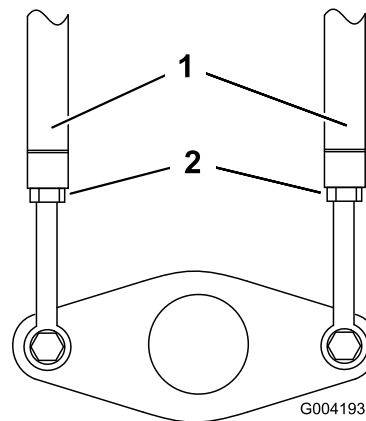

Figure 55
3. Desserrez les écrous de blocage sur les tiges de déplacement, sous le panneau de commande (Figure 55).